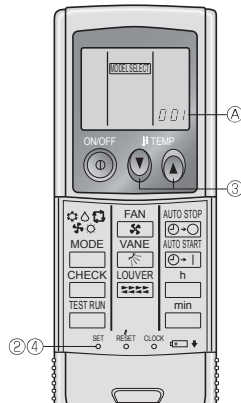

Fig. 6-6
3) การเซ็ต (Fig. 6-6)
① ใส่ถ่านแบตเตอรี่
② กดปุ่ม SET ด้วยวัสดุที่มีปลายแหลม